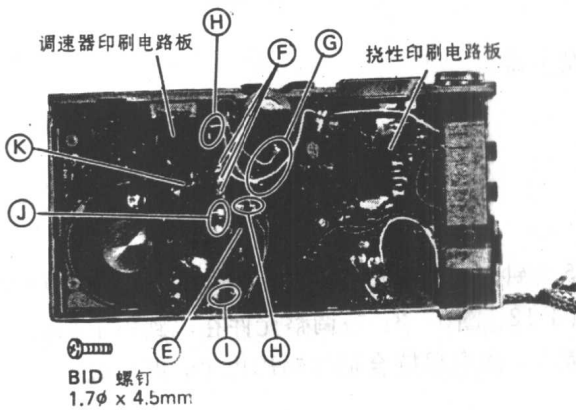

图 1-7
见图 1-7, 拆下固定主印刷电路板的一只螺钉⑤。焊开⑥三个焊点, 拆开调速器印刷电路板的挠性印刷电路板。拆开以下导线: (1) 来自磁头的三根导线③; 连接主印刷电路板和挠性印刷电路板④的导线⑧、⑩和⑪。拆下白铁皮上接印刷电路板和挠性印刷电路板的导线⑫。